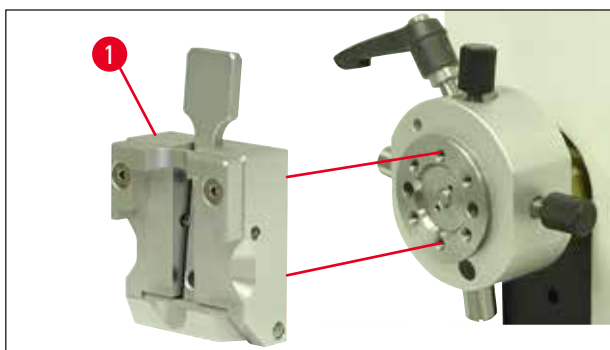

Fig. 11
4. Fixe o prendedor de amostra (→ Fig. 11-1) na fixação do suporte de amostra como mostrado (→ Fig. 11) e aperte-o usando os dois parafusos (→ Fig. 10-4).